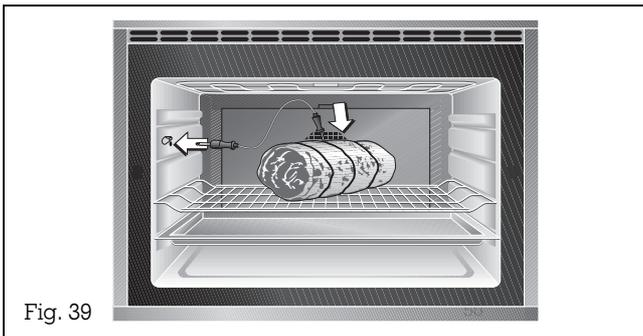

Fig. 39
- branchez la sonde dans la prise située à l'avant gauche dans le four (fig. 39).